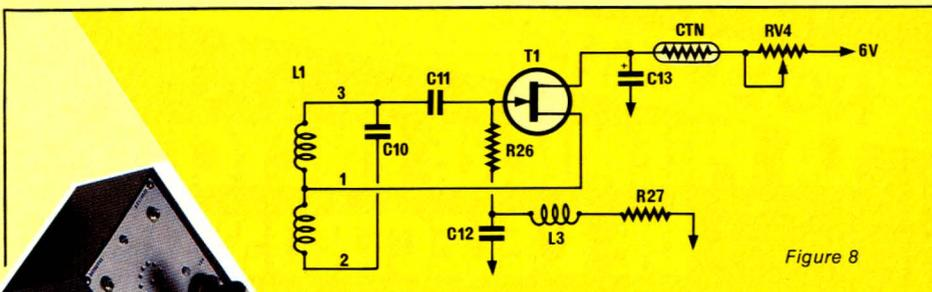
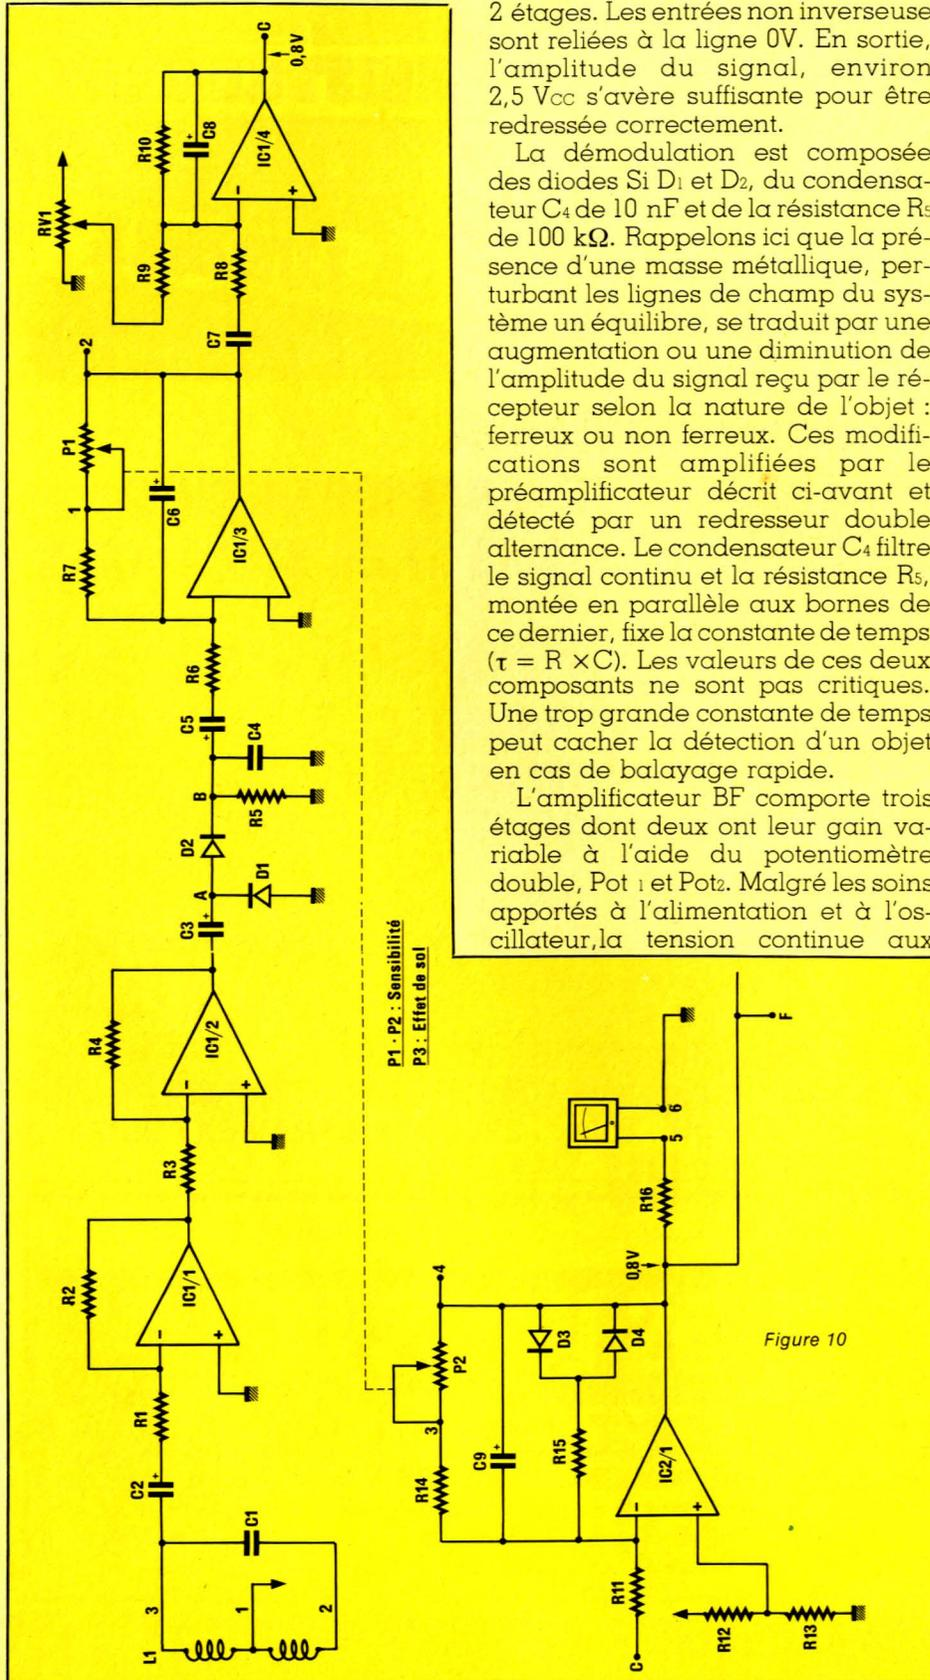

Figure 8
Figure 10
Il est de type Hartley et représenté figure 8. Il nécessite une prise intermédiaire sur le bobinage. Malgré sa simplicité, son comportement en fonction de la température est excellent pour l'utilisation considérée. En effet, une haute stabilité en fréquence n'est pas recherchée, seule l'amplitude des oscillations à une grande importance. Le signal reçu par le récepteur est proportionnel à l'amplitude de celui de l'émetteur. Toute variation d'amplitude du récepteur se trouve multipliée par le gain du préampli (140). Une trop grande variation peut entraîner soit une saturation au point A, figure 10, soit une amplitude insuffisante pour polariser les diodes de détection au silicium. Dans les deux cas, les variations d'amplitude, dues à la présence d'objets métalliques, ne sont plus perceptibles et l'appareil ne fonctionne plus. C'est pourquoi, si vous voulez utiliser votre appareil aux températures extrêmes, utilisez
les composants mentionnés : condensateurs miniature céramique 63 V pour C_{11} et C_{12} , liaison et découplage à la masse, un mylar de 250 V pour C_{10} et un BF 245 B pour T_1 . D'autres composants conviennent peut-être. L'auteur laisse le soin aux réalisateurs de faire des essais, il signale tout de suite qu'un 2N 3819 ne convient pas, la dérive thermique est trop importante. La self miniature L_3 de 10 μ H peut être remplacée sans inconvénient par une résistance de 1 M Ω 1/4 de W sur laquelle seront bobinées 50 spires de fil émaillé de 1/10 mm, et immobilisées à la colle. Sur le schéma de la figure 8, est mentionnée une résistance CTN, sa valeur à 25° est de 82 Ω . Elle est montée en série avec la résistance ajustable RV_4 de 1 k Ω . Pour la réalisation concernée, elle est superflue et sera remplacée par un strap. Le réglage de l'ajustable RV_4 , comme il sera indiqué ultérieurement, est suffisant. Cependant, pour des applications où l'amplitude du signal doit rester la plus constante possible malgré les variations de température, elle s'avère indispensable. Voyons comment agit ce composant. L'accroissement de température fait augmenter la résistance de l'espace Drain-Source, divisant ainsi le courant fourni au bobinage. Il s'ensuit que l'amplitude des oscillations diminue. La CTN voit pendant ce temps, sa résistance diminuer entraînant une augmentation de la tension sur le drain. Un réglage judicieux de la résistance variable permet de conserver une amplitude constante sur une grande plage de température. Le condensateur C_{13} de 6,8 μ F découple l'alimentation du TEC T_1 .
Le récepteur, représenté figure 10, se compose d'un circuit LC accordé sur la fréquence de l'émetteur, d'un préamplificateur, d'un redresseur double alternance et d'un am-